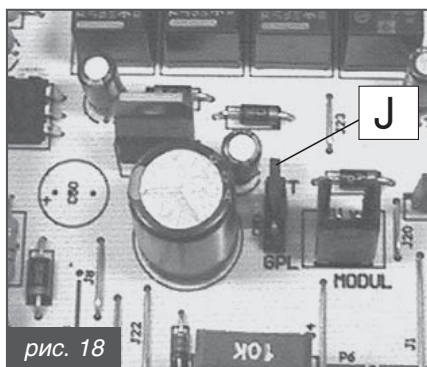

рис. 18
- на электронной плате установить переключку **J MET–GPL** в положение **GPL** (см. рис. 18).
- на электронной плате установить переключку **J MET–GPL** в положение **MET** (см. рис. 18).